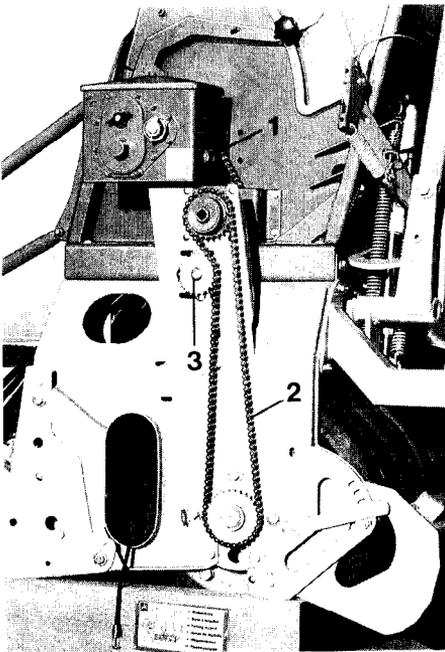
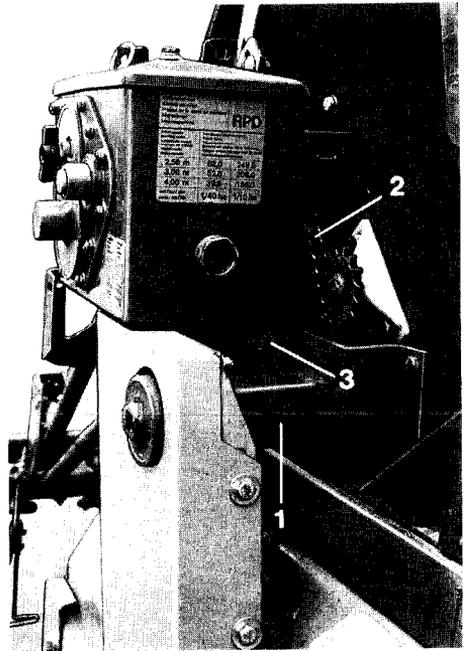

Fig. 100
Fig. 101
Der Ölstand im Einstellgetriebe wird am Ölauge (Fig. 100/1) kontrolliert. Ölwechsel ist nicht erforderlich. Zum Nachfüllen des Öles muß der Deckel des Einstellgetriebes abgeschraubt werden und Hydrauliköl WTL 16,5 CST/50° C oder Motorenöl SAE 10W nachgefüllt werden.
Die Säorgane der Drillmaschine werden von der Reifenpackerwalze über zwei Rollenketten (Fig. 100/2, Fig. 101/2) angetrieben, die miteinander durch einen Zwischentrieb (Fig. 101/1) verbunden sind. Die Rollenketten werden von zwei Kettenspannern gespannt.
- a) Zum Nachspannen der langen Rollenkette sind zwei Skt.-Muttern hinter dem Kettenschutz zu lösen, die Welle des Kettenritzels (Fig. 100/3) nach vorne zu drücken und wieder fest anzuziehen.
- b) Zum Nachspannen der kurzen Rollenkette ist eine Skt.-Mutter (Fig. 101/3) zu lösen, die Welle des Kettenritzels nach vorne zu drücken und wieder fest anzuziehen.